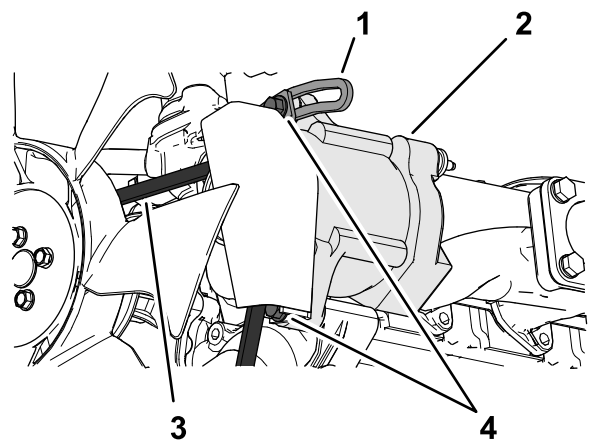

Bild 93
3. Lösen Sie die Schraube, mit der der Drehpunkt an der Lichtmaschine befestigt ist, und die Schraube, mit der die Lichtmaschine an der geschlitzten Strebe befestigt ist (Bild 93).